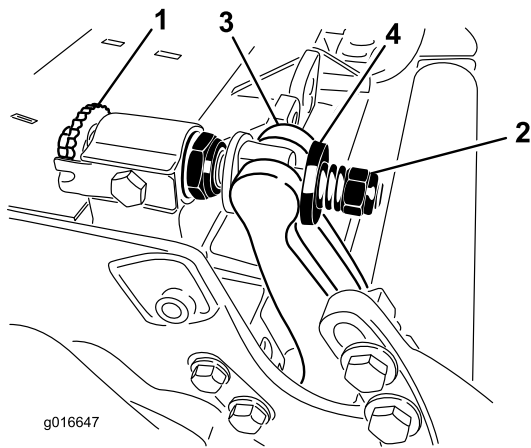

图28
1. 逆时针旋转底刀架调节器螺丝，将底刀后撤离滚刀(图28)。
- 退出弹簧加压螺母，直到垫圈不再对底刀架（图28）施压。